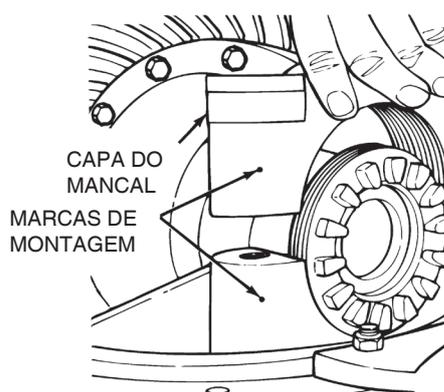

Figura 5.34
8. Instale as capas dos mancais sobre os rolamentos e os anéis de ajuste em sua posição conforme marcado durante a remoção. Figura 5.34